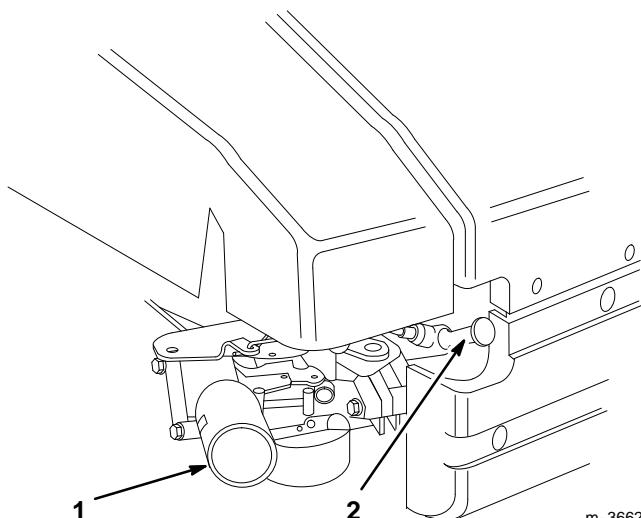

Figure 8
3. Conecte el cable de la bujía (si hubiera sido desconectado) (Fig. 8).
1. Enchufe el cable a la bujía (Fig. 8).
4. Pulse el cebador tres (3) veces (Fig. 8). **Espere aproximadamente dos (2) segundos entre cada pulsación.**